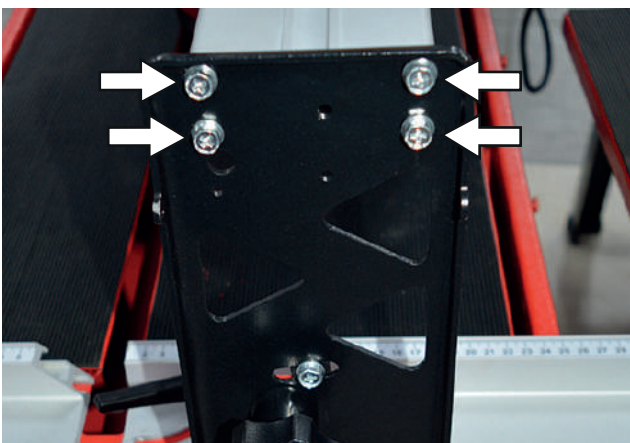
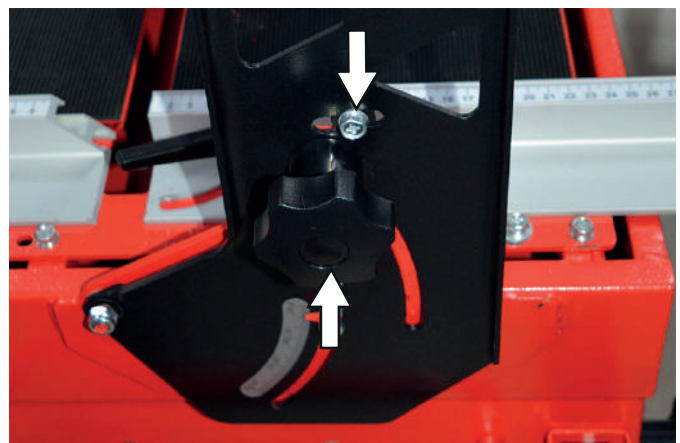

рис.5
рис.6
4. Дополнительная регулировка прямолинейности реза так же можно осуществить с помощью винтов крепления направляющей (рис.5). С помощью упоров отрегулируйте угол наклона режущей каретки на 90 и 45 градусов (рис.6).